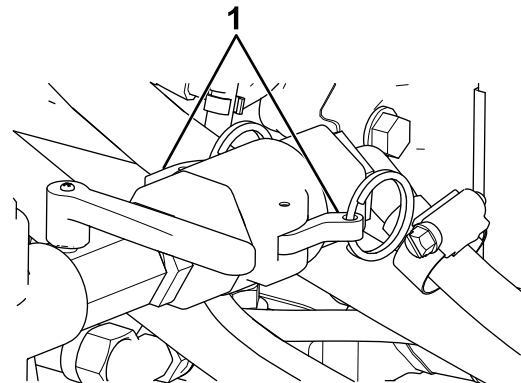

Bild 16
- Verbinden Sie den Schlauch mit dem Pumpenventil und ziehen Sie die Arme zurück, um diesen zu befestigen (Bild 16).